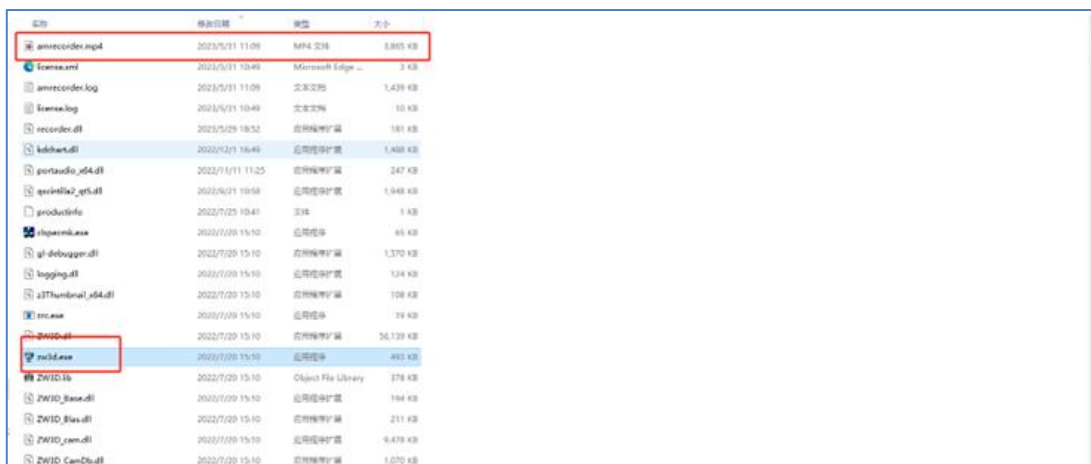

图 3-53:视频录制存储位置
- 视频录制存储位置: 打开 ZW3D 2024 软件的安装位置, 搜索 MP4 以查看视频录制文件, 点击视频 MP4 文件, 您将看到整个机器人操作过程 (见图 3-53)。